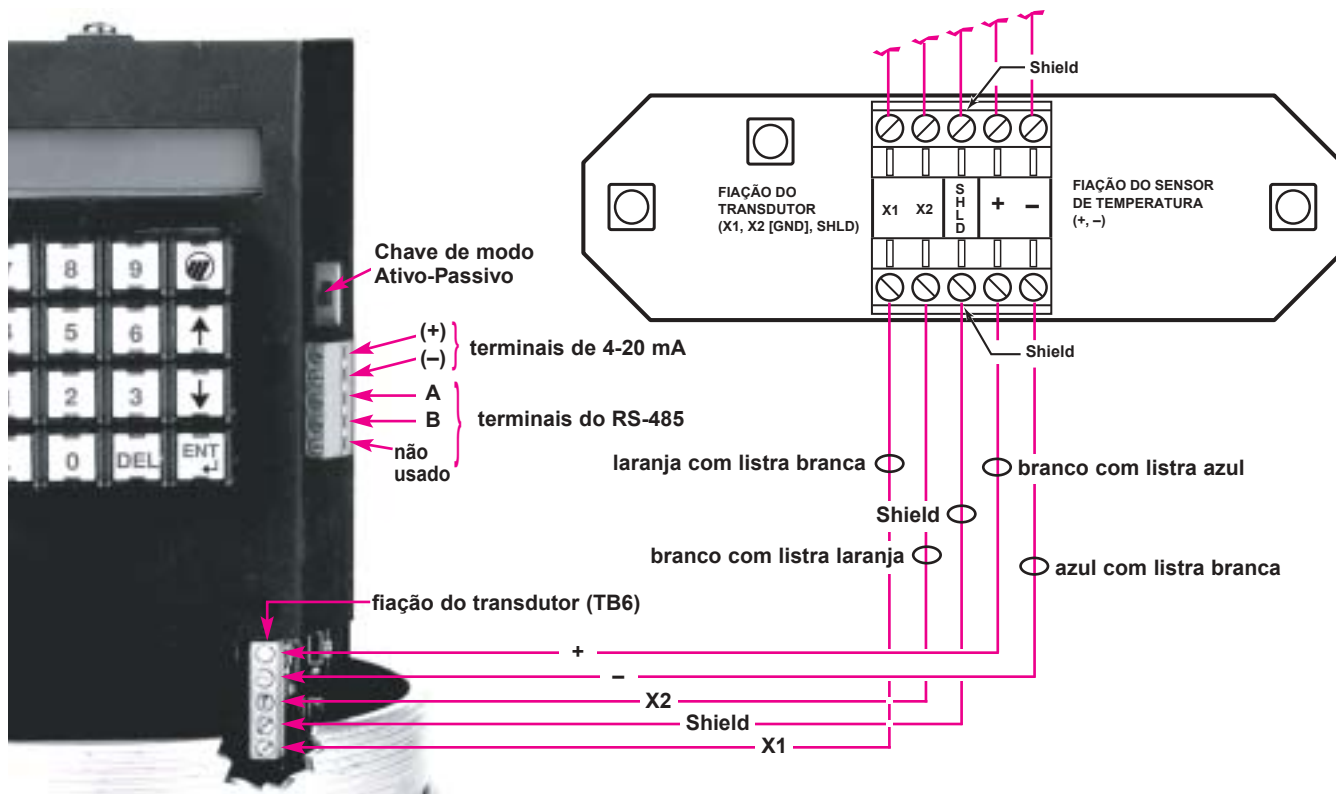

Figura 5
Um par trançado com shield deve ser usado para a saída de 4-20 mA. As conexões + e - são feitas na borneira à direita do teclado de 16 teclas, conforme mostrado na Figura 5 na página 8. O shield é conectado com um conector fêmea a um conector localizado na base do invólucro, logo abaixo das conexões do sensor. O circuito é opto-isolado, tem saídas não aterradas e pode conduzir uma carga de 1000 ohms.
NOTA: A saída pode ser 4-20 mA ativa ou passiva. No modo passivo, o cliente deve fornecer alimentação em circuito fechado. A Figura 5 na página 8 mostra a chave do modo Ativo /Passivo.
Para a instalação do RS-485 deve ser usado um par trançado com shield. As conexões de "A" e "B" são feitas na borneira à direita do teclado de 16 teclas, conforme mostrado na Figura 5 da página 8. O shield é conectado com um conector fêmea a um conector localizado na base do invólucro, logo abaixo das conexões dos sensor.
4. Conecte o fio "A" do conversor da sala de controle ao terminal marcado com "A" na borneira do RS-485, localizada à direita do teclado de 16 teclas, conforme mostrado na Figura 5.
5. Conecte o fio "B" do conversor da sala de controle ao terminal marcado com "B" na borneira do RS-485, localizada à direita do teclado de 16 teclas, conforme mostrado na Figura 5.